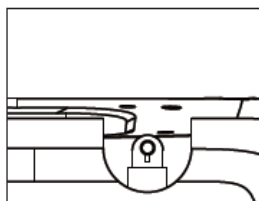

Fig.21
- a. Najprije uklonite jednostruku gornju nit i jednostruki kotačić (Fig. 21–22).